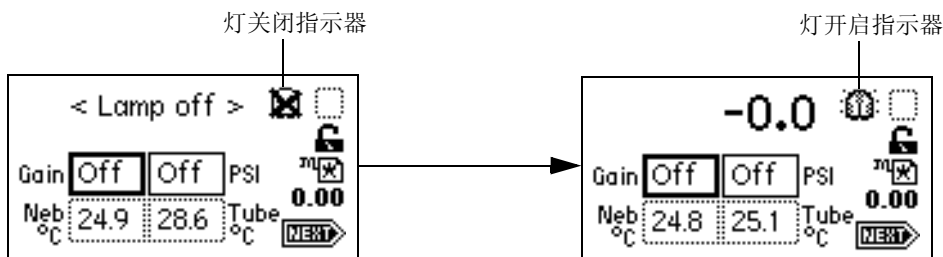

图 3-28 灯关 / 开序列
2. 再次按 **Lamp** 键（按 **Shift** 键、**1** 键）关闭灯。出现 Home 屏幕，灯指示器图标上有一个 X，还出现消息“Lamp off”（图 3-28）。